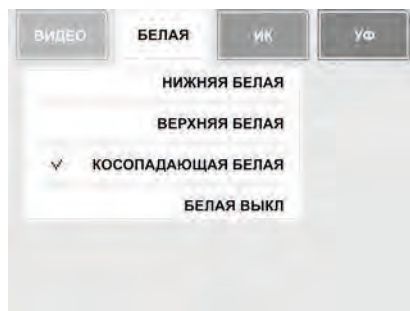

Рис. 13. Включение косопadaющей белой подсветки
Поместите банкноту или документ на просмотровый стол ④ прибора. В меню режимов работы нажмите «БЕЛАЯ». В открывшемся подменю выберите пункт «Косопadaющая белая» (см. Рис. 13).